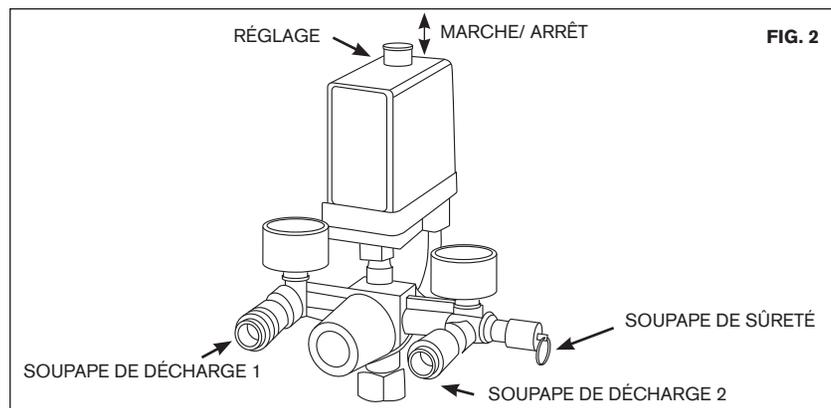

FIG. 2
Ce produit est conçu pour un circuit nominal de 120 volts et un adaptateur à 3 broches pour mise à la terre, ressemblant à celui illustré dans la Figure 2. Assurez-vous que le produit est branché dans une prise ayant la même configuration que celle de l'adaptateur. Aucun adaptateur externe ne peut être utilisé avec ce produit.
6. Ouvrez la soupape de refoulement, réglez le bouton du pressostat en position de marche (ON) (Fig. 2), laissez le compresseur fonctionner pendant 10 minutes sans charge afin d'assurer la lubrification des pièces mobiles avant son utilisation régulière.